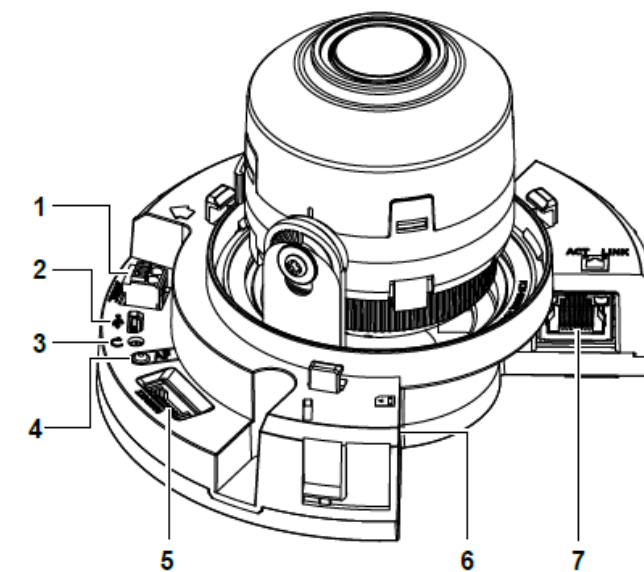
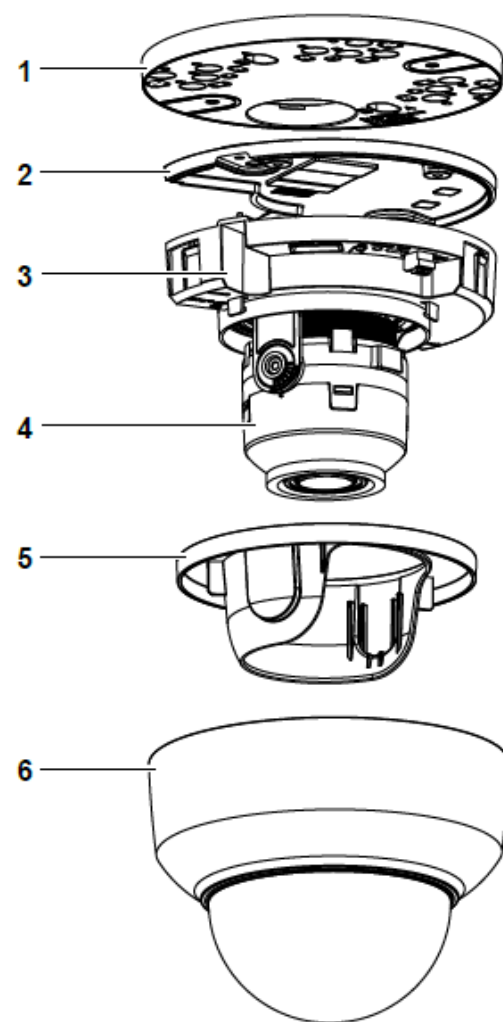

Figura 2
Figura 1
13. Tenere ferma la cupola della telecamera (6) (Figura 1) sulla base della telecamera e ruotare la cupola della telecamera per bloccarla saldamente sulla base della telecamera.
Pulsanti e connessioni della telecamera: Figura 2
Parti della telecamera: Figura 1
5. Tirare delicatamente verso l'alto e rimuovere il copriobiettivo (5) (Figura 1) per accedere facilmente ai collegamenti dei cavi e ai pulsanti.
7. Prima di fissare la piastra di montaggio (1) (Figura 1) alla base della telecamera (2) (Figura 2) si deve far passare il cavo attraverso l'apposito foro sulla piastra di montaggio della telecamera.
12. Inserire il copriobiettivo (5) (Figura 1) sull'obiettivo.
- Tenere ferma la cupola della telecamera (6) (Figura 1) con una mano e ruotare la base della telecamera (2) (Figura 1) per sbloccarla e staccarla dalla cupola.
- Tenere ferma la cupola della telecamera (6) (Figura 1) sulla base della telecamera (2) (Figura 1) e ruotare la cupola della telecamera per bloccarla saldamente sulla base della telecamera.